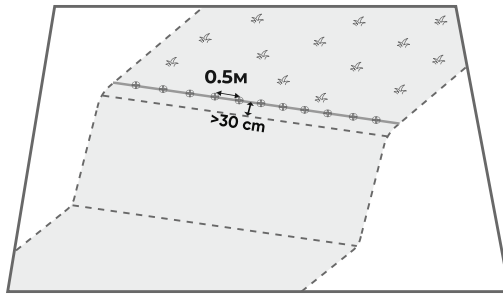

Рис. 18
- 2) Положите полосу на землю и закрепляйте ее через каждые 0,5 м с помощью комплектов фиксаторов. Убедитесь, что расстояние между виртуальной границей и физической границей превышает 30 см (рис. 18).